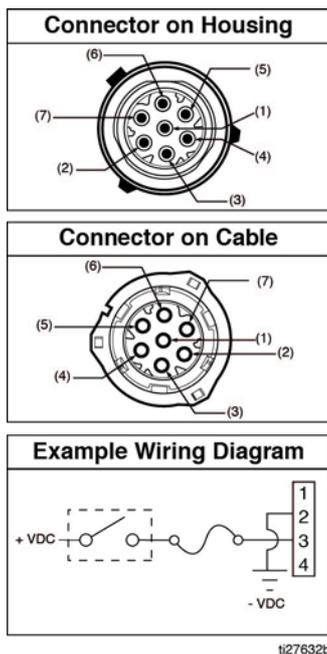

РИС. 5
- Правильное положение в соединителе см. на штифтовой схеме, представленной на РИС. 5.